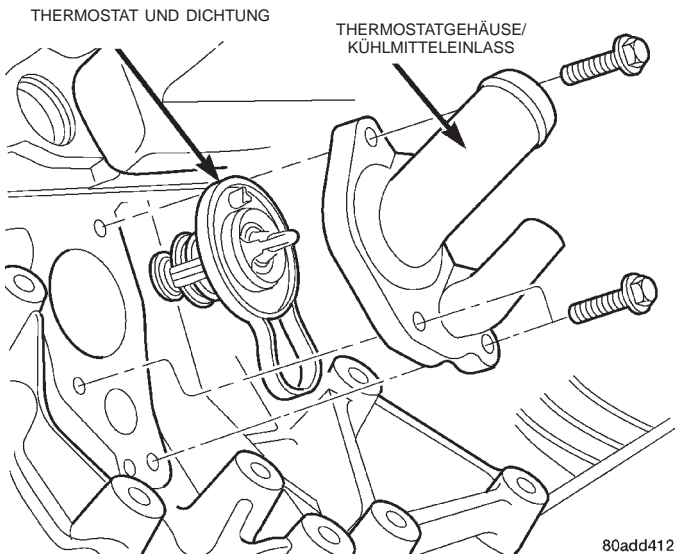

Abb. 21 Thermostat und Gehäuse—2.7L-Motor
- (4) Das Fahrzeug auf einer Hebebühne anheben.
- (5) Die Befestigungsschrauben der Lichtmaschine lösen. Zur besseren Zugänglichkeit des Thermostaten die Lichtmaschine zur Seite verlagern.
- (6) Den unteren Kühlerschlauch und den Heizungsschlauch am Thermostatgehäuse abnehmen.
- (7) Die Schrauben am Thermostatgehäuse lösen (Abb. 21).
- (8) Thermostat und Thermostatgehäuse ausbauen.
- (2) Den Thermostat und die Dichtung in das Thermostatgehäuse einbauen.
- (3) Den Thermostat im zugehörigen Gehäuse am Motorblock einbauen. Die Befestigungsschrauben mit einem Anzugsmoment von 12 N·m (105 in. lbs.) festziehen (Abb. 21).
- (4) Den Heizungsschlauch und den unteren Kühlerschlauch anschließen. Die Schlauchklemmen einbauen.
- (5) Die Lichtmaschine einbauen und die Befestigungsschrauben eindrehen.
- (6) Das Fahrzeug absenken.
- (7) Den Antriebsriemen für Zusatzaggregate auflegen. Näheres hierzu siehe entsprechende Hinweise in diesem Abschnitt.
- (8) Das Kühlsystem befüllen. (Näheres hierzu siehe unter **Be füllen des Kühlsystems**).
- (9) Das Minuskabel (-) am externen Überbrückungsanschluß anschließen.